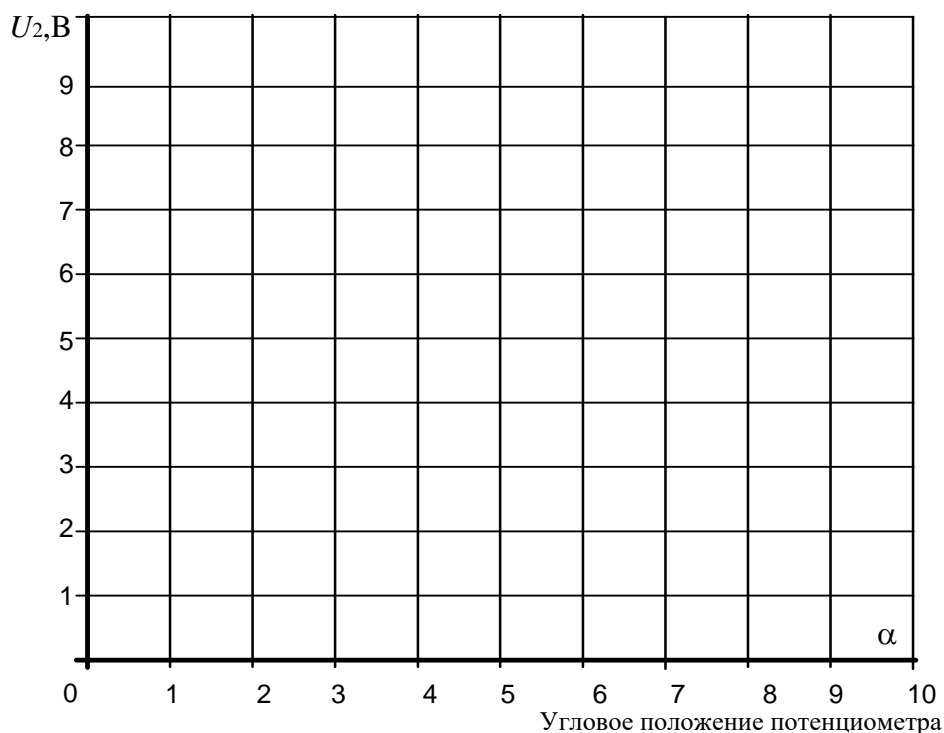

Рисунок 12
5.3. Внесите все измеренные величины в таблицу 5 и перенесите их также на график (рис. 12) для построения кривой  $U_3 = f(\alpha)$ .